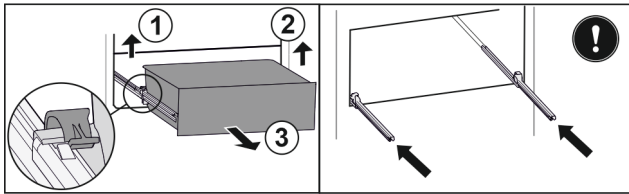

Fig. 88
- ▶ Lyft vänster klämma och dra samtidigt utdragslåda till vänster framåt. Fig. 88 (1)
- ▶ Lyft höger klämma och dra samtidigt utdragslåda till höger framåt. Fig. 88 (2)
- ▶ Ta ut utdragslåda genom att dra den framåt. Fig. 88 (3)